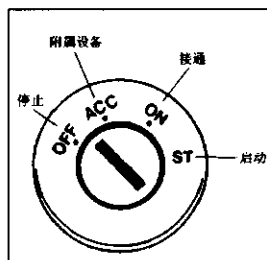

图 1-6 正确接通开关
② 行车时发动机冷却液的温度应控制在 $80^{\circ}\text{C} \sim 90^{\circ}\text{C}$ 。发动机温度过高,容易出现早燃或爆震,润滑油变质和烧蚀,零件的磨损加剧,结果使发动机的动力性、经济性、可靠性和耐久性全面变化,甚至造成活塞拉缸等事故性损伤。发动机温度过低,会使汽油混合形成不良,洗去缸壁上的润滑油膜,流入曲轴箱稀释机油,使机件磨损增加,发动机的性能变坏。
③ 微型汽车后桥壳采用双曲线齿轮单级减速器,它具有结构简单、工作平稳、无噪音、机械损失少、强度高的特点。在传动过程中,齿间不仅有滚动,而且还有纵向滑动,其相对滑动量比螺旋齿轮大得多,使齿面间压力加大,不容易形成润滑油膜。所以必须加注油膜强度高的双曲线齿轮油,才能保证齿轮正常润滑效果,否则,行驶 2 000 km 后,齿轮就会因润滑不良,造成早期损伤。
④ 保持正常的轮胎气压。为了保证轮胎合理使用,延长其使用寿命,应保持轮胎正常的气压。气压过高时,会使轮胎帘布层受力增加,轮胎刚性增大,胎面磨损增加。如果汽车在不良的道路行驶时,因胎面弹性降低,车轮所受冲击增加,造成帘线断裂,甚至产生胎面爆破。气压愈低,轮胎变形愈大,轮胎温度迅速提高,导致轮胎的耐磨性和粘结力都显著下降,造成轮胎早期损坏。
① 置变速杆于空挡位置,踏下离合器踏板,应根据气温情况和汽车特点,适当拉出阻风门按钮,待启动后再推回按钮。
② 将钥匙插入点火开关,接通起动机工作,待发动机启动后,应立即松开钥匙,钥匙将自动逆时针转回,切断磁力开关电路,否则将烧坏起动机。钥匙转到“接通(ON)”位置,电源接通;钥匙转到启动(ST)位置,发动机启动,立即松开钥匙,如图 1-6 所示。
③ 使用起动机每次不得超过 5 s,再次使用间隙不得少于 15 s,以防蓄电池大量放电而损坏。
④ 发动机启动后,慢慢松开离合器踏板。
⑤ 热车启动发动机,不拉阻风门,稍踩下油门踏板,将钥匙转至“启动”位置,不要反复踩油门。